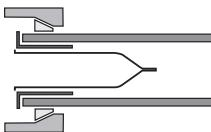

Abb.3
5. Sitz Abstandshalter (4) kontrollieren.
6. Gängigkeit der Kugel in Luftsperrre (5) prüfen.
9. Neuen Soleschlauch mit Anschlusssteilen befestigen. Aufbewahrten Schneidering (2) und Kragen (3) an Schwimmereinheit befestigen. Sieb, Schneidring und Kragen an Adapter montieren (siehe Abb. 3).